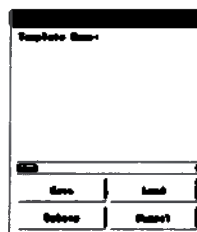

Рис. 6-2: Диалоговое окно шаблона настроек канала
- 1) Нажать на кнопку [Save] (Сохранить) (или нажать на значок дискеты). Всплывет диалоговое окно <Template Management> (Рис. 6-2).
- 1) Нажать на кнопку [Load] (Загрузить) (или нажать на значок папки). Всплывет диалоговое окно <Template Management> (Рис. 6-2).